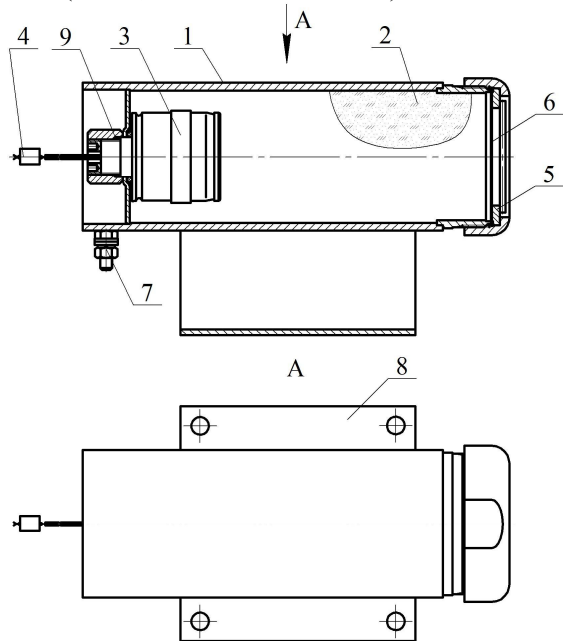

Рисунок 1
А.4.4.2 Закрепить кронштейн **8** (см. рисунок 1) на несущей поверхности (стена, потолок, пол). Координаты отверстий для крепления МПП показаны на рисунке 2.
4.1.1 МПП (см. рисунок 1) состоит из корпуса **1**, в котором размещаются огнетушащий порошок (ОП) **2** и источник холодного газа (ИХГ) **3** с элементом электропусковым **4**. В передней части корпуса находится насадок-распылитель **5**, выходное отверстие которого перекрыто мембраной **6**. Модуль имеет заземляющий зажим **7**.
- ИХГ-0,65(М)-01 СИАВ 066614.025.000 ТУ для МПП нормального исполнения, ИХГ-0,65(М)-02 СИАВ 066614.025.000 ТУ для МПП специального исполнения или ИХГ-0,65(М)-06 СИАВ 066614.025.000 ТУ для МПП в широком температурном диапазоне эксплуатации (поз. 3 рисунок 1) – 1 шт.;
- резиновое кольцо 020-026-36 ГОСТ 9833-73 (поз. 9 рисунок 1) – 1 шт.;
- огнетушащий порошок ИСТО-1 ТУ 2149-001-54572789-00 (поз. 2 рисунок 1) - 0,5 кг;
- мембрана черт. СИАВ 634233.007.005 (поз. 6 рисунок 1) - 1 шт.